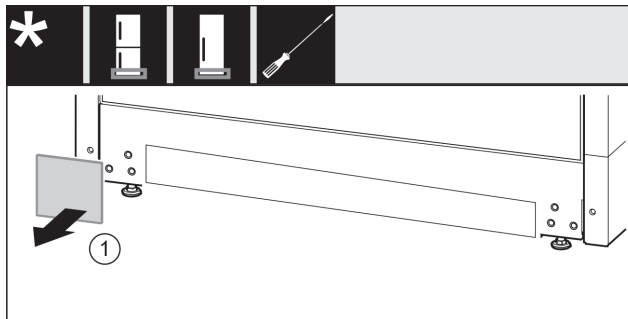

Fig. 20
- Abdeckung Fig. 20 (1) abnehmen.